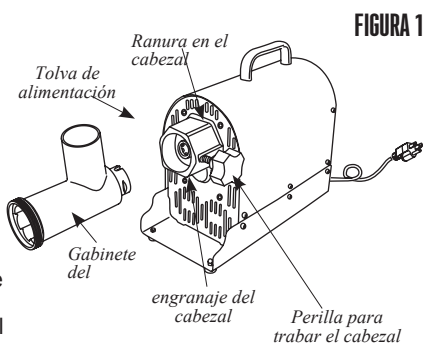

FIGURA 1
1. Inserte el cabezal en el gabinete de engranajes con la tolva de alimentación hacia arriba. Necesitará alinear la ranura en el cabezal con el pasador dentro del gabinete de engranajes. Asegúrese de que el cabezal esté totalmente asentada dentro del gabinete de engranajes (**FIGURA 1**).